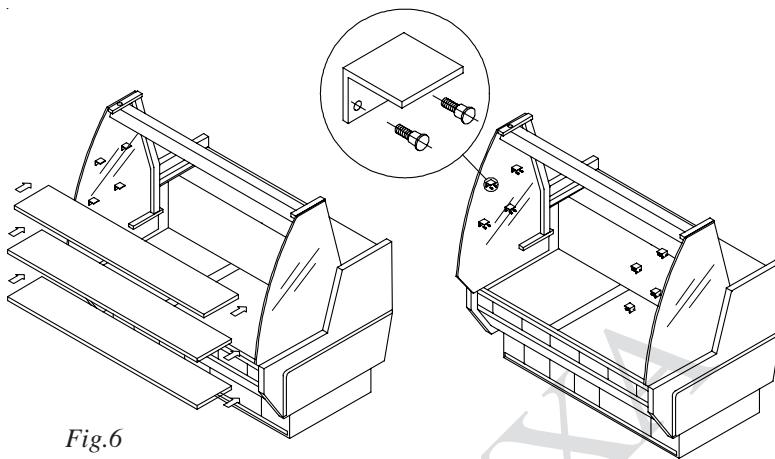

Fig.6
- ⇒ Placer les supports des étagères sur les vitres latérales et vous pouvez ensuite mettre en place les étagères, voir figure 6.
- ⇒ Place the supports of the shelves and followed it insert the glass shelves into place (see figure 6).